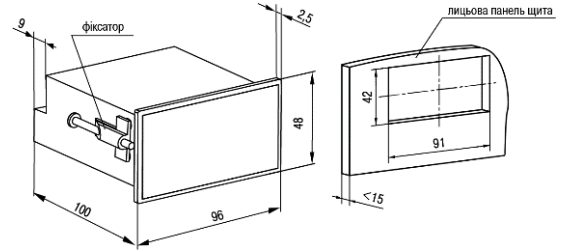

Рисунок 1 – Габаритні розміри корпусу Щ2
1. Підготувати місце для установлення пристрою на панелі керування (див. рисунок 1).